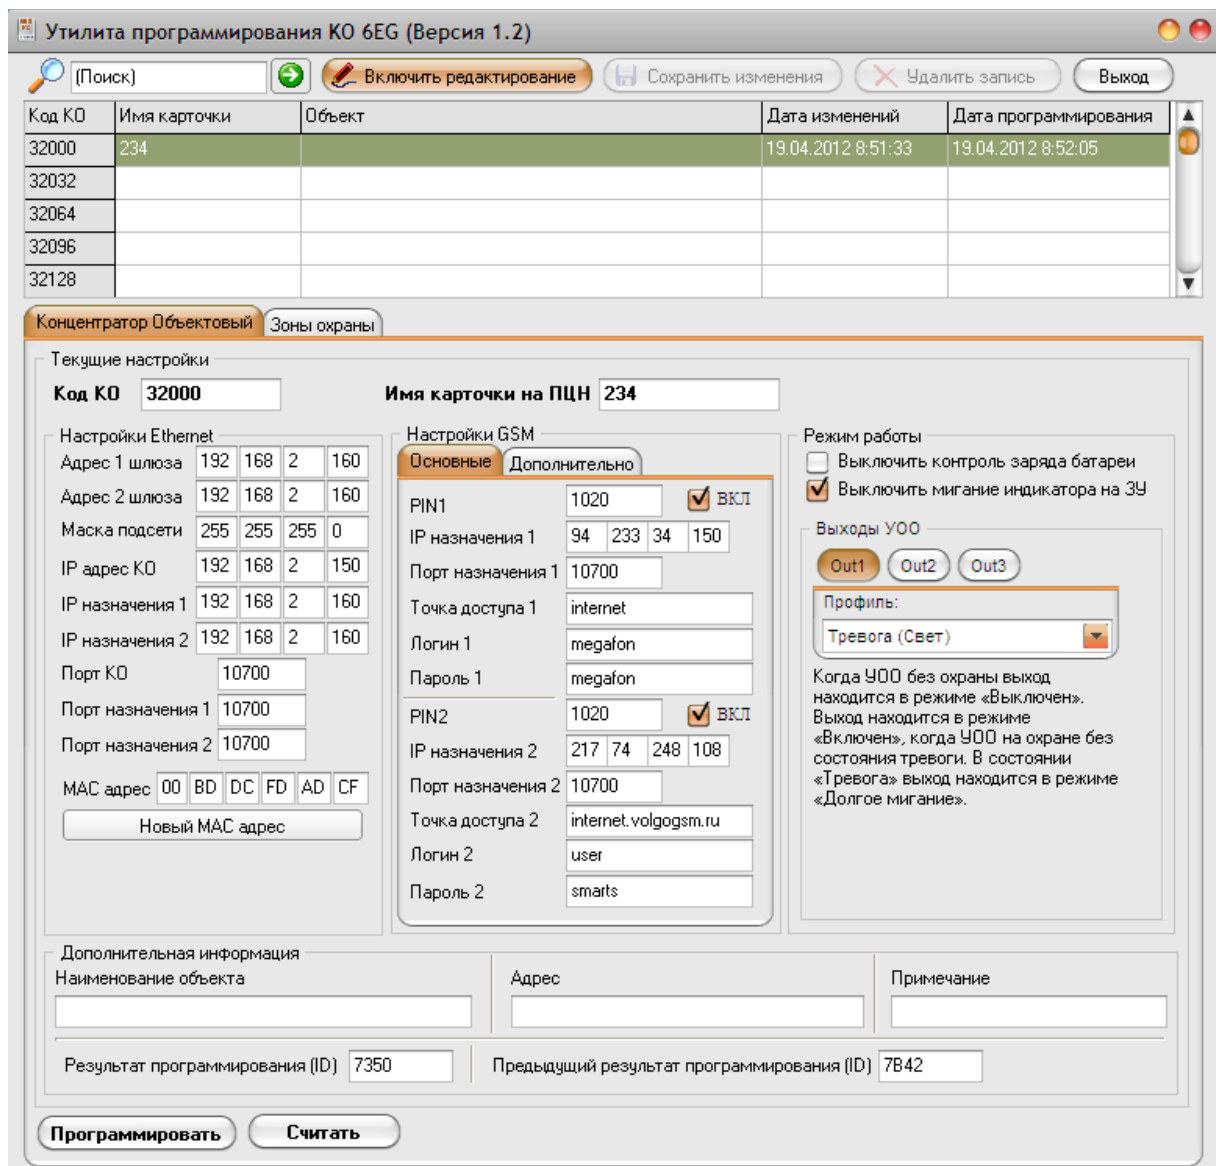

Рисунок 1. Окно конфигурационной программы «ProgKO\_6EGM.exe» для УОО 6EGM с зонной постановкой.
6.4. Для программирования УОО с версией АИДВ.03425 – 1 (с зонной постановкой) на компьютере запустите утилиту «ProgKO\_6EG.exe» (рисунок 1).